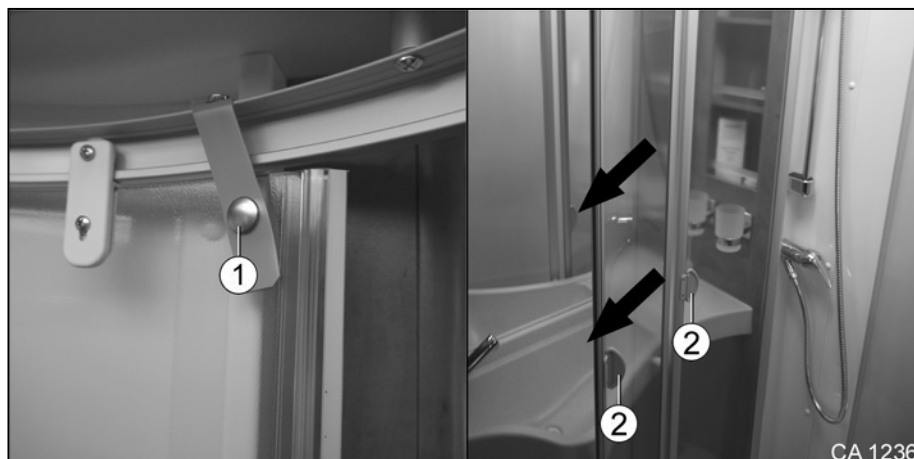

Fig. 154 Douche circulaire avec portes coulissantes
1. Débloquer la fixation par bouton-pression (Fig. 154/1).
2. Sortir les poignées (Fig. 154/2).
3. Fermer la porte coulissante en la tenant à la poignée (Fig. 154/3).